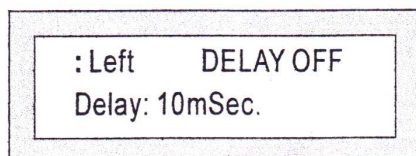

рис. 6
4. Press кнопка обхода, чтобы отключить функцию задержки, показ представляет в выгодном цвете ЗАДЕРЖКУ "как рис. 6.